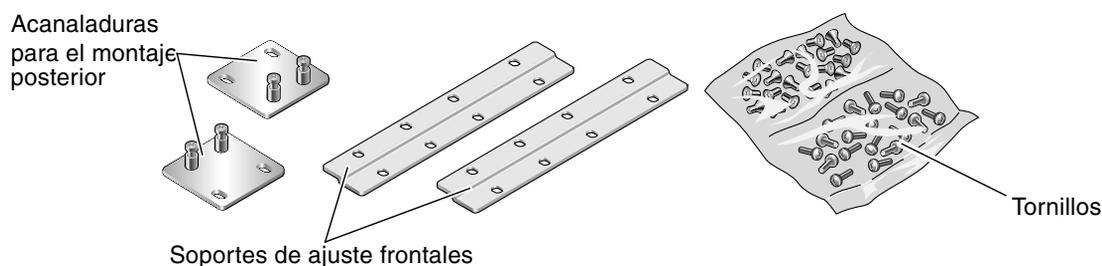

FIGURA 3-17 Contenido del kit de montaje fijo de 600 mm de 4 postes
6. Saque los soportes de ajuste frontales de 600 mm del kit (FIGURA 3-17).
10. Saque las dos acanaladuras de montaje posterior del kit del bastidor (FIGURA 3-17).